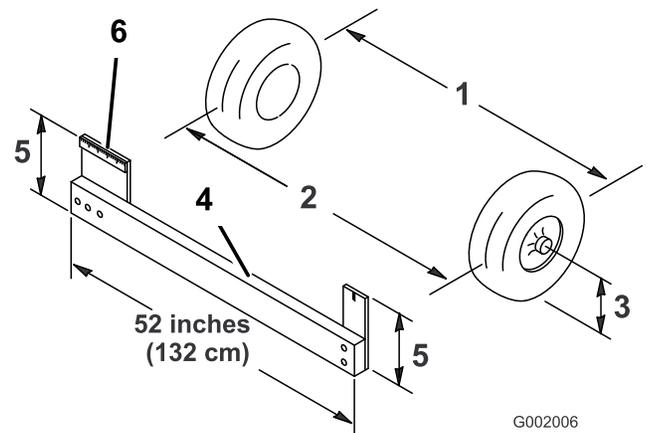

Figure 51
- Mesurez la distance entre les roues avant à hauteur d'essieu, à l'avant et à l'arrière des roues (Figure 51).
**Remarque:** Vous aurez besoin d'un gabarit ou d'un contrôleur d'alignement pour mesurer précisément l'arrière des roues avant à hauteur d'essieu. Utilisez le même gabarit ou contrôleur d'alignement pour mesurer précisément l'avant des roues avant à hauteur d'essieu (Figure 51).